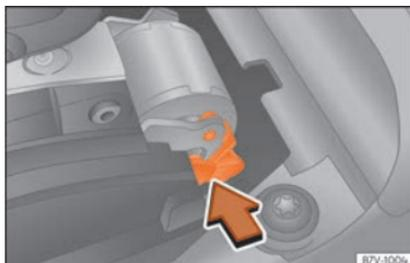

Fig. 53 Déverrouillage de secours du blocage du levier sélecteur.
- Poussez le levier de déverrouillage »» fig. 53 dans le sens de la flèche et maintenez-le dans cette position.